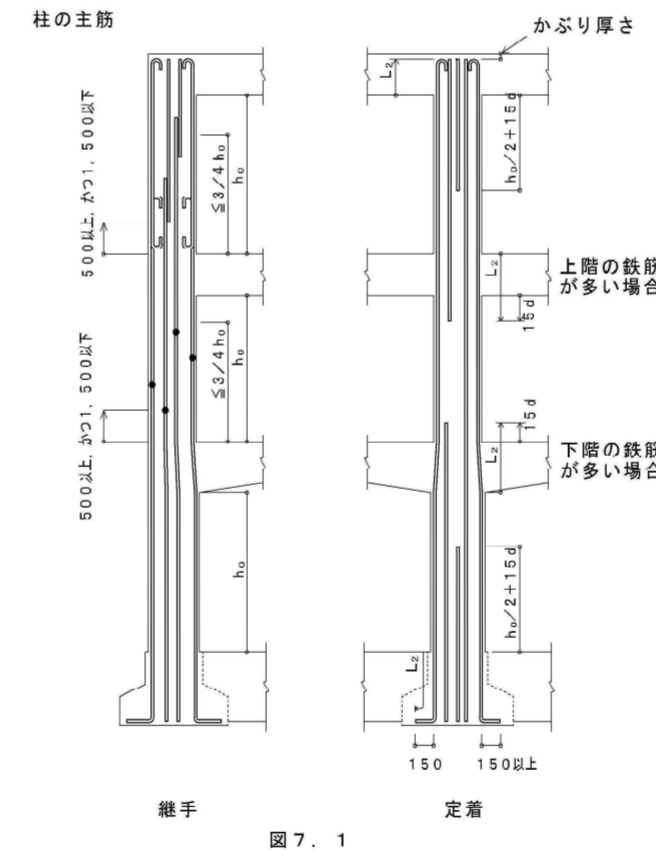

図7.1
- (1) 継手及び圧接中心位置は、梁上端から500mm以上1,500mm以下かつ $3/4h_0$ (h_0 は柱の内法高さ)以下とする。重ね継手長さは、 L_1 とし、定着及び余長は、図7.1による。
- (2) ただし、柱頭定着長さ L_2 が確保できない場合は、構造計算等により必要長さの確認を行うものとする。
- (3) 柱頭柱主筋について、梁上端主筋との取合いを考慮し、適切なかぶり厚さを確保する。